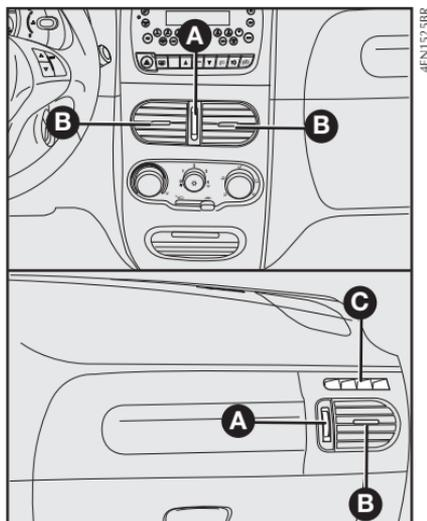

fig. 59
## DIFUSORES ORIENTÁVEIS E REGULÁVEIS - fig. 59
**C** - Difusor fixo para os vidros laterais **fig. 59**.